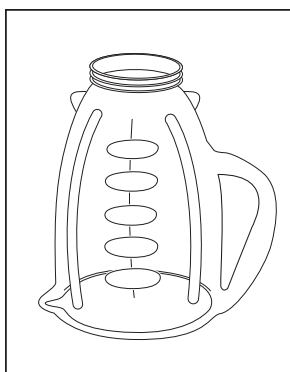

FIGURE 1
2. Renversez le récipient afin que sa petite ouverture soit en haut. (Figure 1)